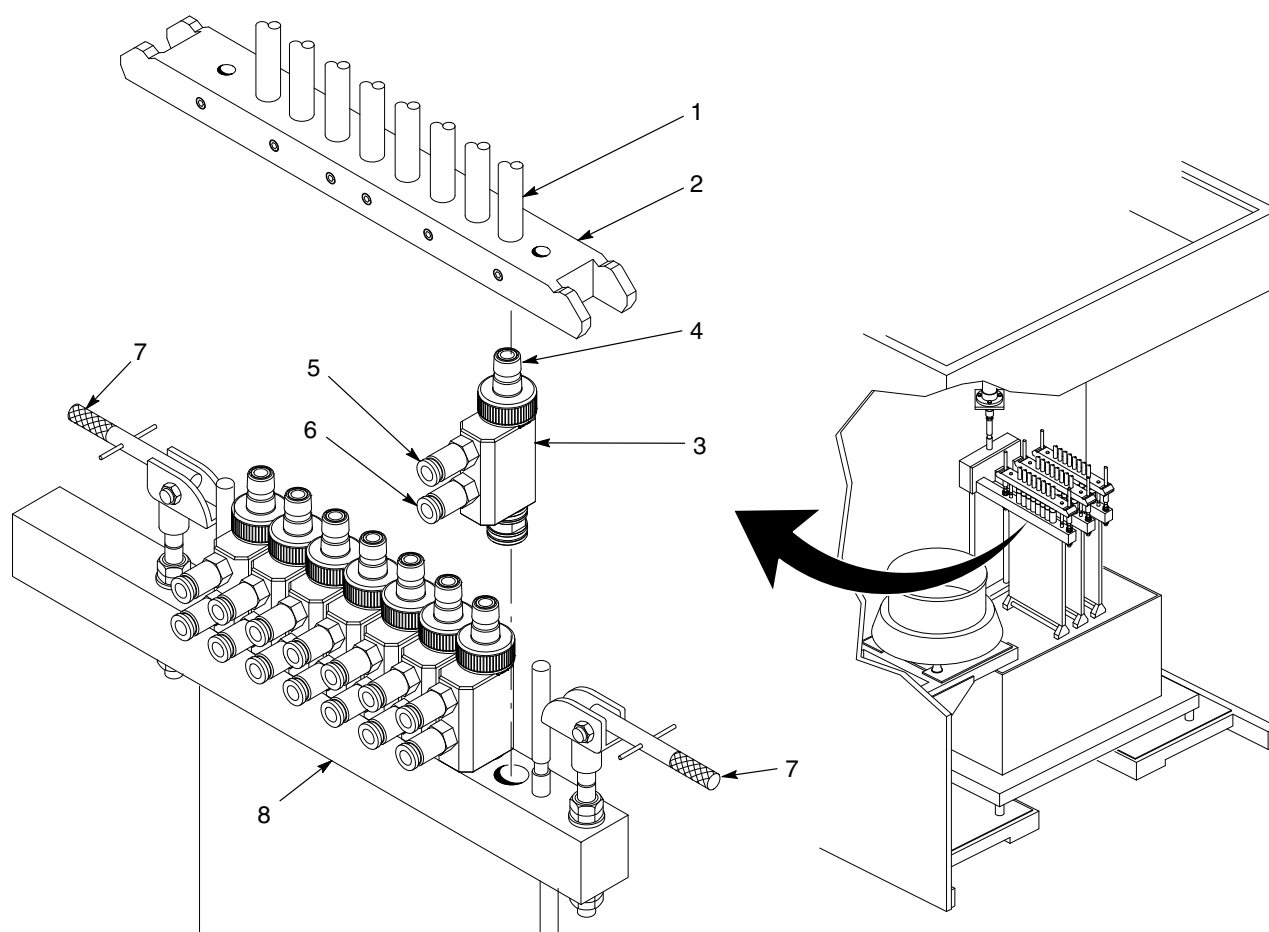

Рис. 2 Снятие и установка прямоточных насосов на узлах стволов
3. См. рис. 2. Перевести зажимные рукоятки (7) в нижнее положение.
4. Снять с насосов коллектор (2) шлангов подачи. Соблюдать осторожность, чтобы не повредить сопла Вентури (4). Обдуть сжатым воздухом коллектор шлангов и насосы.
5. Отсоединить пневмошланги от фитингов воздуха дозирования (6) и распыла (5) насоса.
6. Легким вращательным движением снять насос (3) с блока коллектора (8).
1. См. рис. 2. Вставить насос (3) в блок коллектора (8) до упора корпуса насоса в блок.
2. Подсоединить пневмощланги дозирования и распыла к фитингам воздуха дозирования (6) и распыла (5).
3. Смонтировать коллектор шланга подачи (2) на соплах Вентури (4) насоса.
4. Перевести зажимные рукоятки (7) в верхнее положение.